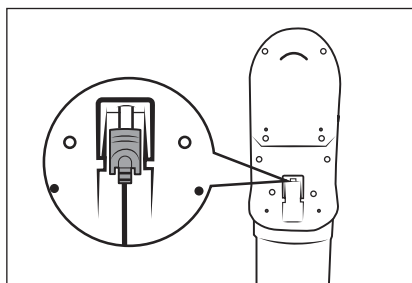

Fig. 8
- Rechargez la batterie ② dès que l'indicateur de batterie ②③ indique une faible charge résiduelle de la batterie ② .
- L'appareil s'éteint peu après l'affichage d'une batterie vide ② .
- L'aspirateur peut également être rechargé directement via l'adaptateur secteur ⑩. Pour ce faire, retirez la fiche creuse ⑪ du support mural ⑱ en la tournant légèrement et insérez-la dans la prise de recharge ③ de l'appareil (voir fig. 8).